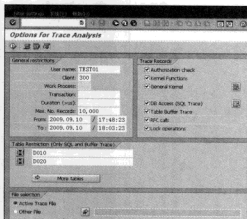

图 13-9 显示跟踪结果
STEP 3 单击“文件列表”按钮,进入跟踪文件列表中。在此界面中,输入被跟踪的用户名及相应时间,如图 13-9 所示,然后单击“”按钮即可看到跟踪结果。